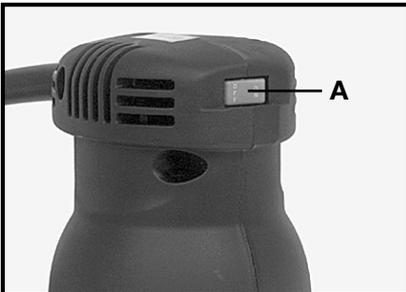

Fig. 1
3. El interruptor, (A) Fig. 1, contiene las palabras "ON" y "OFF". Empuje la palabra "ON" para poner en marcha el motor. Empuje la palabra "OFF" para parar el motor.\